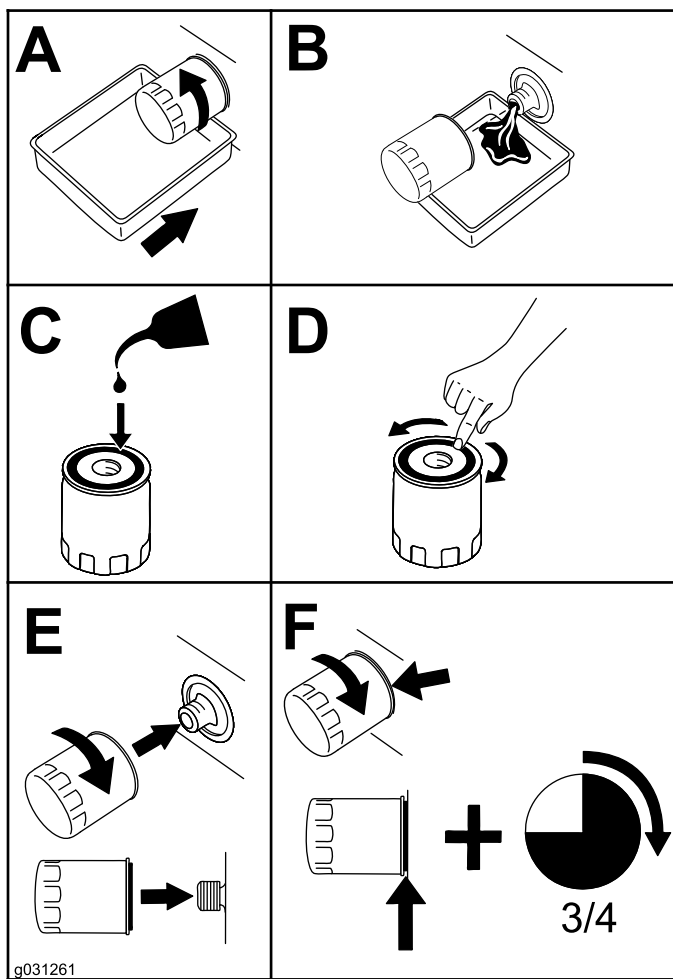

Figura 54
4. Înlocuieți filtrul de ulei de motor conform indicațiilor din Figura 54.